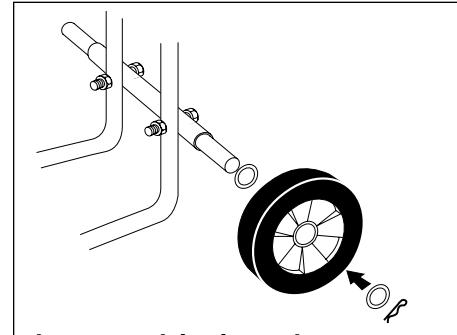

Figuur 4 – Slang bevestigen
5. Bevestig de hogedrukslang aan de pomp en het sputtpistool m.b.v. een 11/16 inch steeksleutel (zie Figuur 4). Bevestig de zuigmontage nog niet.